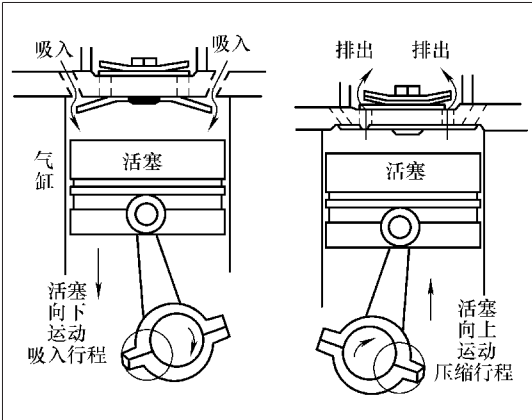

图 8-12 曲轴连杆式压缩机工作原理
2) 工作原理。当活塞向下运动时，从制冷系统中的蒸发器吸进制冷剂蒸气；活塞向上运动时，压缩制冷剂蒸气至冷凝器，如图 8-12 所示。